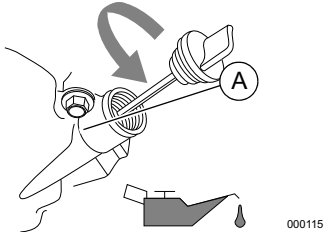

Figure 2-1. Sortir la jauge à huile
3. Voir **Figure 2-1**. Retirer le bouchon de remplissage et essuyer la jauge d'huile.